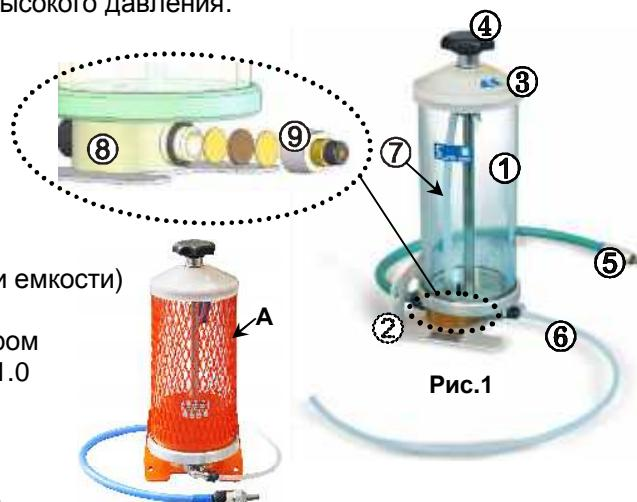

Рис.1
## 4 КОНСТРУКЦИЯ (рис.1)
Для работы с **МС** открутить гайку (4) и снять крышку (3) – **рис.1**, засыпать абразив в емкость до надписи MAX на боковой наклейке, крышку установить на место и закрутить гайку. Для модуля с размером сопла 1,0 мм (**МС 4.3 С**) использовать абразив фракции 25...125 мкм, для 1,5 мм (**МС 4.3 Б**) – 125...350 мкм, соответственно.
6.4 Проверять не реже одного раза в месяц состояние воздушного фильтра (**рис.1**), для чего:
- отсоединить пневмошланг (6);
- открутить гайку фильтра (9);
- а) уплотнительные кольца в крышке (3), использовать из ЗИП.
- г) заборный штуцер (10), шайбу (8), рис.1,2,3:
- снять крышку (3) и высыпать абразив;
- выкрутить 4 винта (11) M 4x35 и снять шайбу;
- заменить вышедшие из строя штуцер (10) и/или шайбу;
- при замене шайбы переставить в отверстие (12) трубку (7);